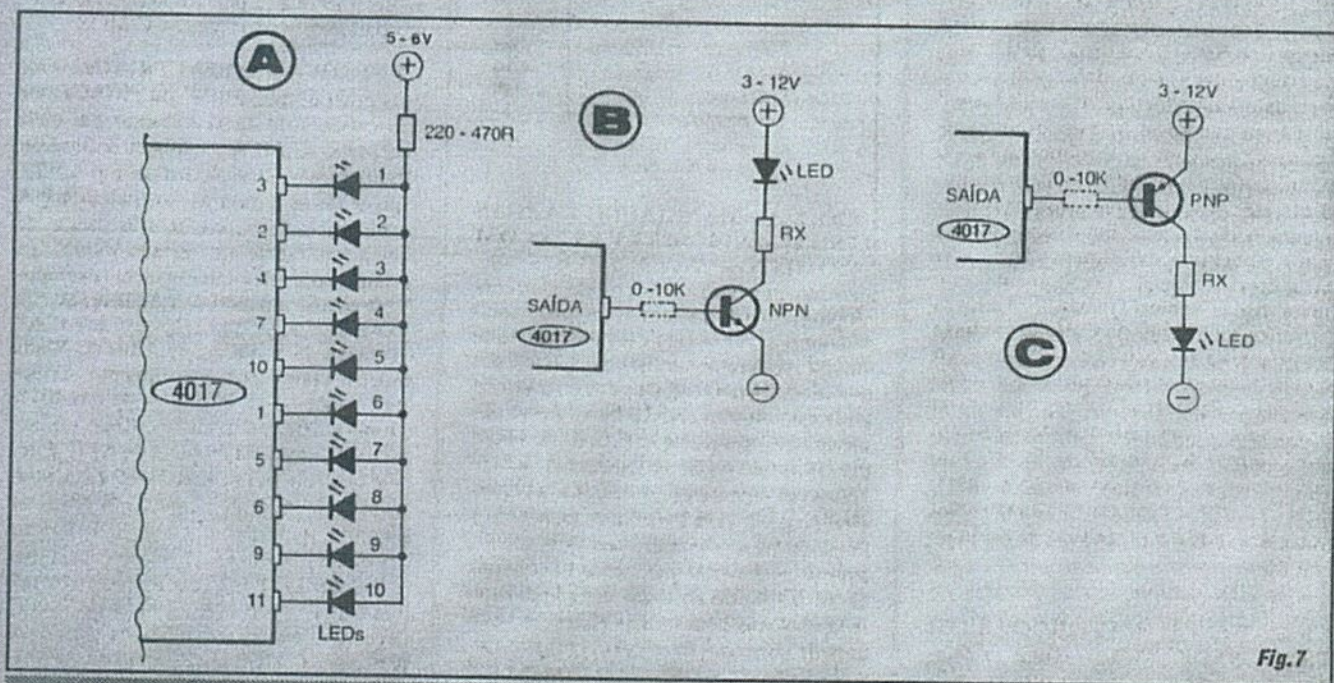

Fig. 7
- FIG. 7-A - "APAGANDO" O LED "DA VEZ" (SEQUENCIAMENTO "AO CONTRÁRIO"...)- Nos arranjos e exemplos dados até agora, na presente série de "Aulas", os LEDs ligados às Saídas do 4017 apenas acendiam quando a respectiva Saída se mostrasse "alta", em "1" digital
- FIG. 7-B - REFORÇANDO AS SAÍDAS COM TRANSISTORES NPN... - É bastante frequente que o circuito ou aplicação requiera o acionamento de cargas mais "pesadas" a partir das Saídas de um 4017 (mesmo um simples LED, que queiramos ver iluminado com alta inten-
- **FIG. 7-C - O "REFORÇO" COM TRANSISTOR PNP...** - Tudo praticamente idêntico ao arranjo mostrado em 7-B, porém com as inevitáveis inversões de